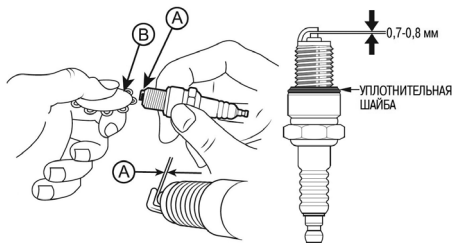

Рис. 19 Обслуживание свечи зажигания
4. Измерьте зазор А между электродами свечи зажигания специальным щупом В. Зазор должен быть $0,7-0,8$ мм (Рис. 19). При увеличении или уменьшении требуемого зазора, рекомендуется заменить свечу, так как регулировка зазора может привести к изменению качества искрообразования.